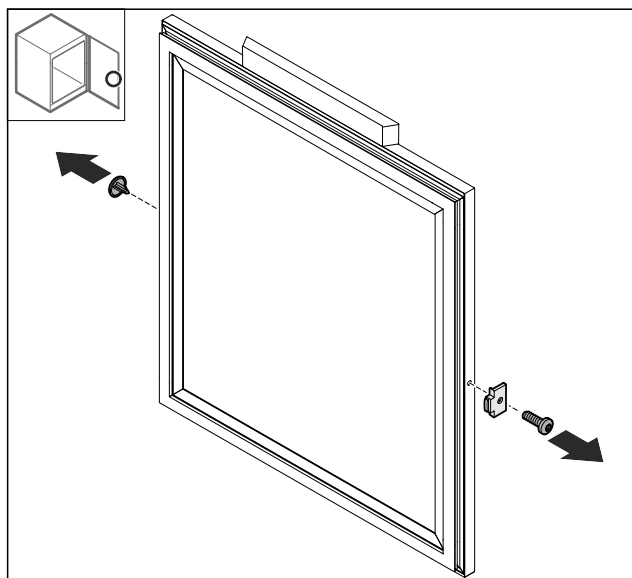

Fig. 73
- Afdekking Fig. 73 (1) verwijderen.
- Deurstopper Fig. 73 (2) demonteren.